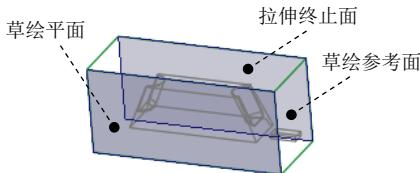
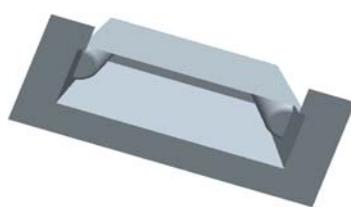

图12.37 选取拉伸终止面
图 12.39 合并面组
(1) 单击**分型面**功能选项卡**形状**▼区域中的“拉伸”按钮，此时系统弹出“拉伸”操控板。
(2) 定义草绘截面放置属性。右击，从系统弹出的菜单中选择**定义内部草绘...**命令；在系统的提示下，选取图12.37所示的坯料表面为草绘平面，然后选取图12.37所示的坯料表面为参考平面，方向为**右**。单击**草绘**按钮，至此系统进入截面草绘环境。
(4) 设置深度选项。
① 在操控板中选取深度类型 (到选定的)。
② 调整视图方位，选取图12.37所示的坯料表面为拉伸终止面。
③ 在操控板中单击按钮，完成特征的创建。
Step5. 将复制面组2与Step4中创建的拉伸曲面进行合并，如图12.39所示。
(1) 按住Ctrl键，选取复制面组2和Step4中创建的拉伸曲面。
(2) 单击**分型面**功能选项卡**编辑**▼区域中的按钮，此时系统弹出“合并”操控板。
(3) 在**合并**操控板中单击按钮。